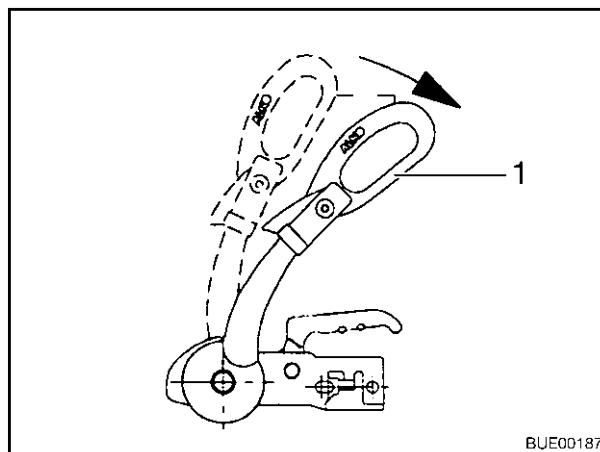

Fig. 113 Maniglia di stabilizzazione
- Aprire la maniglia di stabilizzazione (Fig. 113,1).